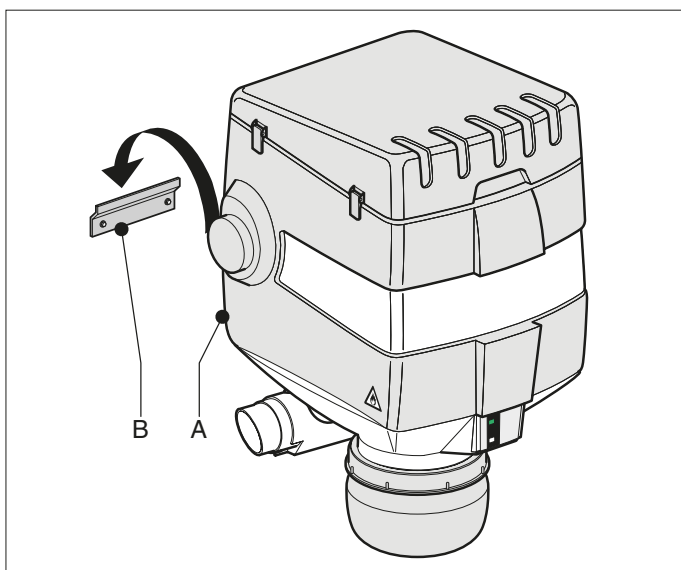

Fig. 4.3
- Schließen Sie das gesamte SFS (Fig. 4.3 A) über die Wandkonsole (Fig. 4.3 B).